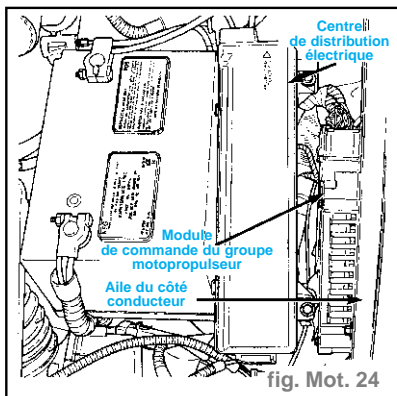

fig. Mot. 24
- Examiner les fusibles du centre de distribution électrique (PDC). Vérifier que tous les fusibles et relais sont complètement engagés dans le PDC (fig. Mot. 24). Une étiquette fixée au dos du couvercle du PDC identifie les relais et fusibles du PDC.